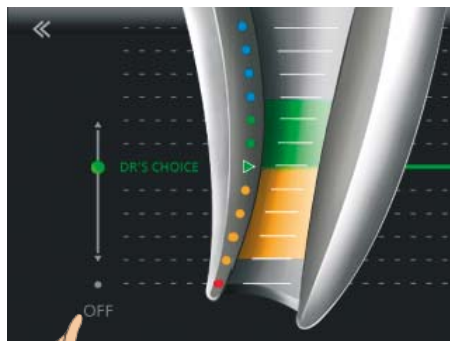

Fig. 25 Sfiocare leggermente OFF
- Per annullare la linea apicale DR'S CHOICE, tornare al menu Impostazioni, selezionare DR'S CHOICE e toccare leggermente OFF (Fig. 25).